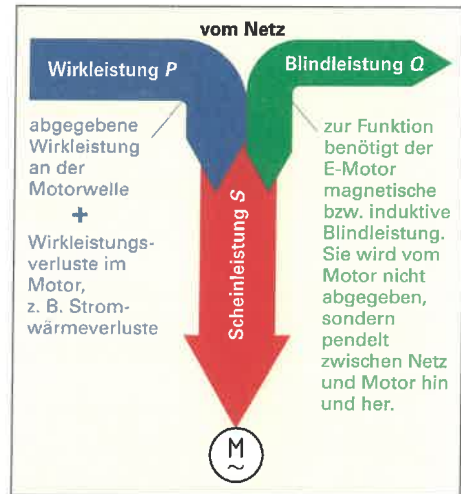

Bild 1: Wechselstromleistungen am Beispiel eines AC-Motors
1. Geben Sie die Formeln für die verschiedenen Leistungsarten im Wechselstromkreis (Bild 1) an. Ergänzen Sie die Übersicht.